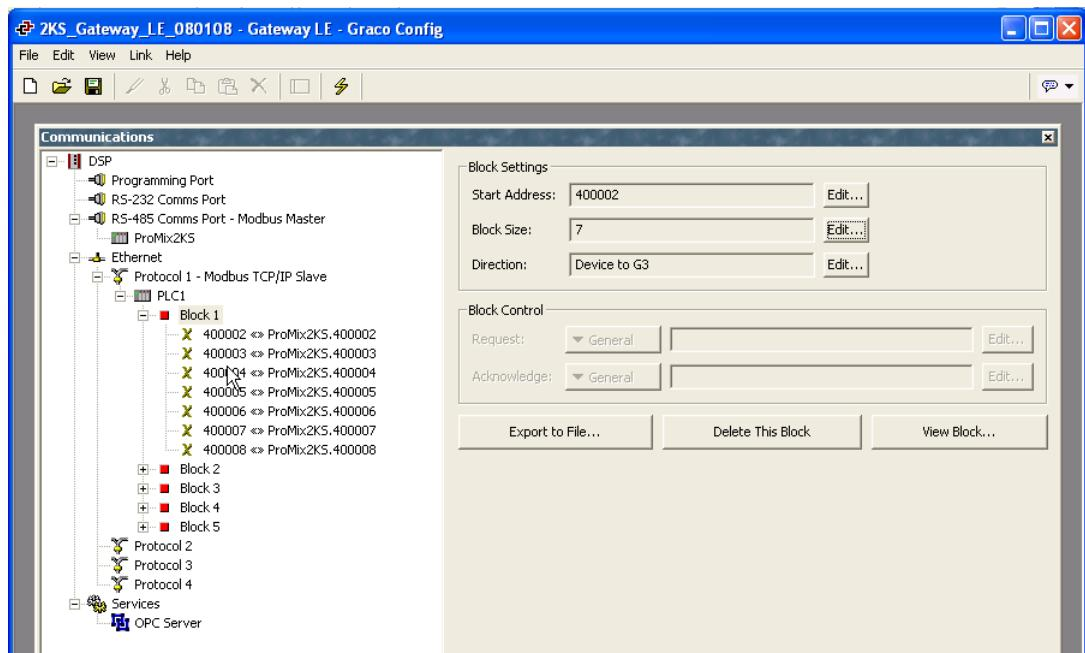

Рис. 25: Структурирование данных блока
4. См. Рис. 25. Нажмите кнопку OK («OK»). В результате выбранный диапазон адресов появится в меню соответствующего блока в левой части окна.